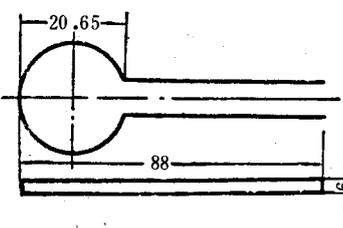

图 5 环夹(单位:mm)
2.2 环夹：由薄钢条制成，用以夹持金属环，以便刮平表面，形状、尺寸如图 5。